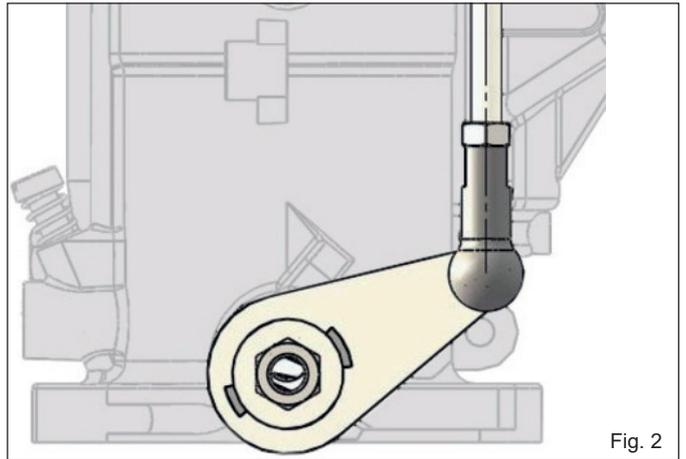

Fig. 2
- Setzen Sie die mitgelieferten Drosselklappenhebel so auf, dass Sie in einem Winkel von 45° nach oben und zur Motormitte zeigen. (Fig.2)